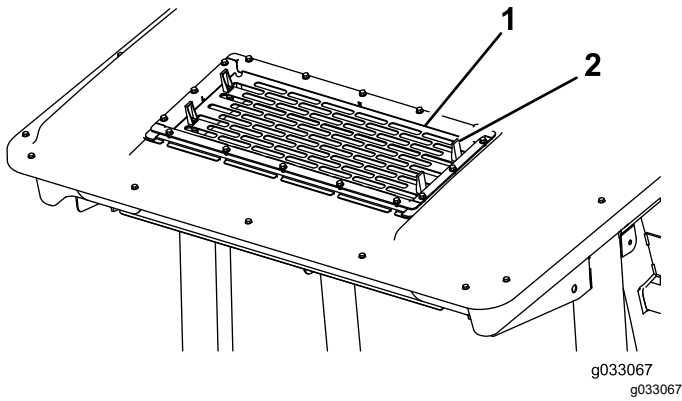

图 55
2. 提起空调滤网图 55 上的 4 个凸耳然后将滤网从驾驶室顶部取出。